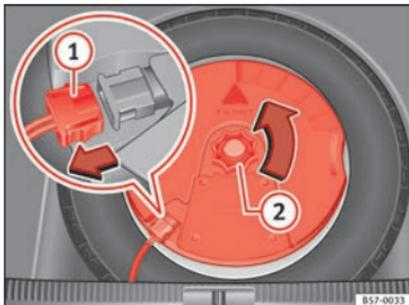

Abb. 249 Im Gepäckraum: Subwoofer ausbauen.
- Klemmen Sie das *Subwoofer*-Lautsprecher-Kabel ab » Abb. 249 ①.
- Drehen Sie das Befestigungshandrad entgegen dem Uhrzeigersinn heraus ②.